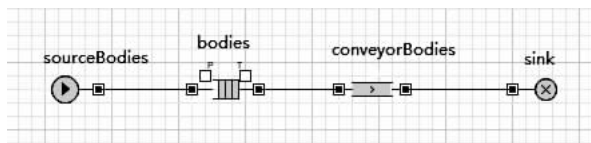

图 3-13 连接流图中的其他对象
(14) 连接流图中的其他对象的端口,如图 3-13 所示。